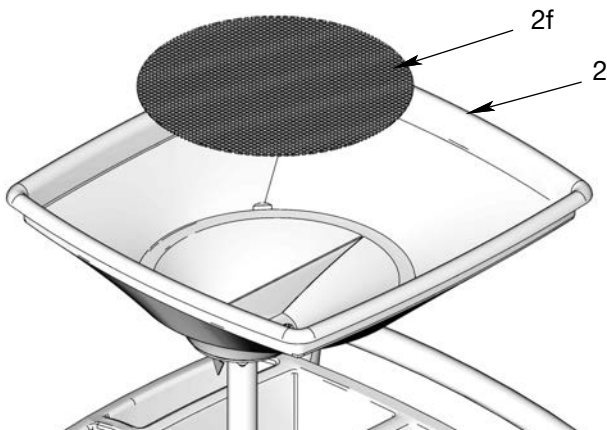

FIG. 2
2. La crépine (2f) est livrée séparément et doit être installée dans l'ensemble entonnoir (2) avant utilisation (FIG. 2).
- vérifier que la crépine (2f) (FIG. 2, page 4) est propre et libre de toute obstruction avant utilisation.